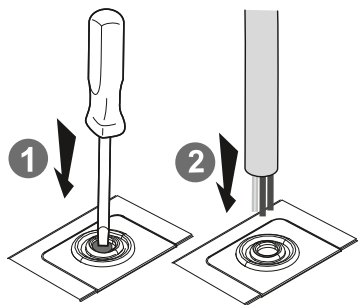

Рисунок 2 – Подвод кабеля / Figure 2 – Cable entry / 2 сурет – Кабелді жеткізу
- 3 Ввести подготовленные к монтажу электрические провода с однопроволочными жилами через эластичный кабельный ввод (рис. 2) и присоединить их к безвинтовым зажимам блока.
- 3 Insert the prepared electrical wires with solid conductors through the elastic cable gland (Fig. 2) and connect them to the screwless terminals of the unit.